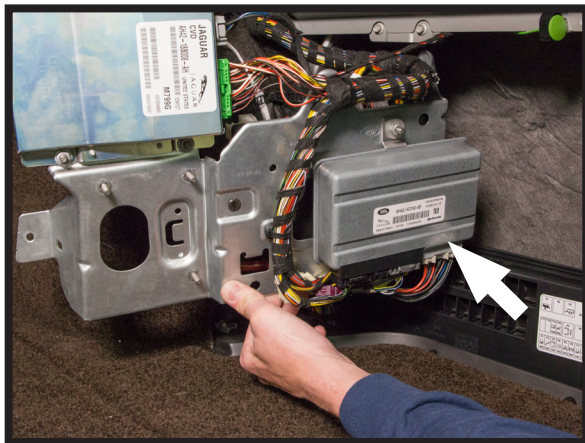

FIGURE 4
3. LOCATE THE AIR SUSPENSION CONTROL MODULE BEHIND THE FUSE PANEL. MAKE NOTE OF THE BLACK 20-PIN CONNECTOR. (FIGURES 4, 5)